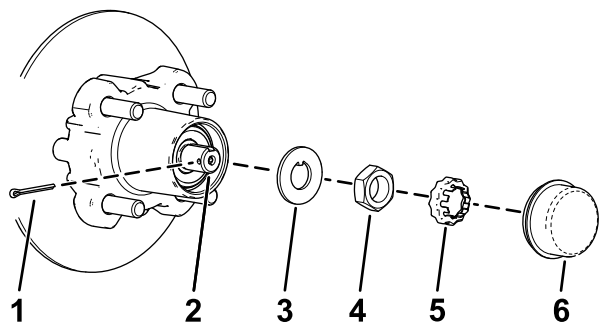
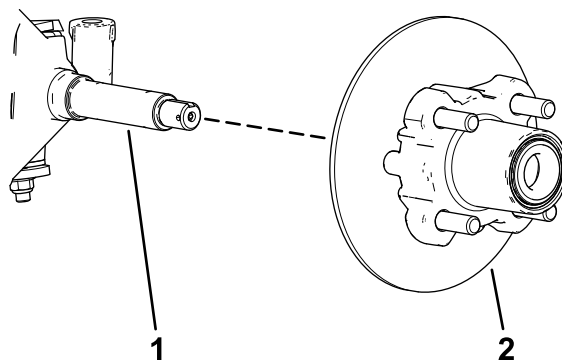

Figura 36
Figura 37
4. Îndepărtați capacul anti-praf de la butuc (Figura 36).
5. Îndepărtați cuiul spintecat și elementul de fixare piuliă de la ax și piuliă de ax (Figura 36).
6. Îndepărtați piuliă axului de pe ax și separați ansamblul butucului și rotorului de ax (Figura 36 și Figura 37).